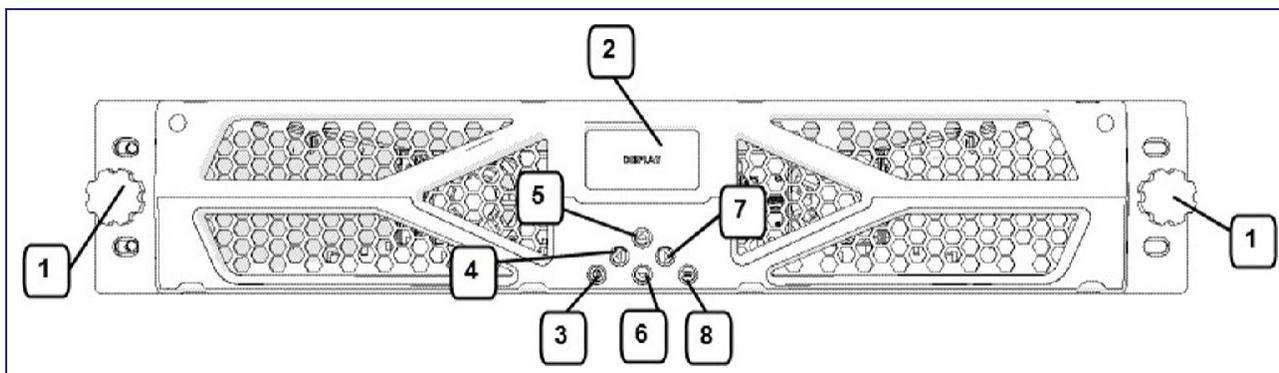

Figure 2.5-1 : Légendes du panneau avant de l'AC6000
- Figure 2.5-1 : Légendes du panneau avant de l'AC6000